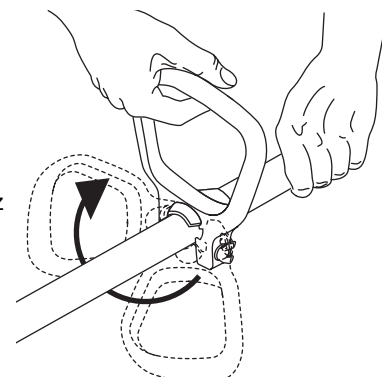

Fig. 6
1. Repérez l'écrou papillon sur la poignée en D. Dévissez l'écrou papillon suffisamment pour desserrer la poignée en D (Fig. 6).
2. Tournez la poignée en D à la verticale, sur le devant du corps de l'arbre (Fig. 6).